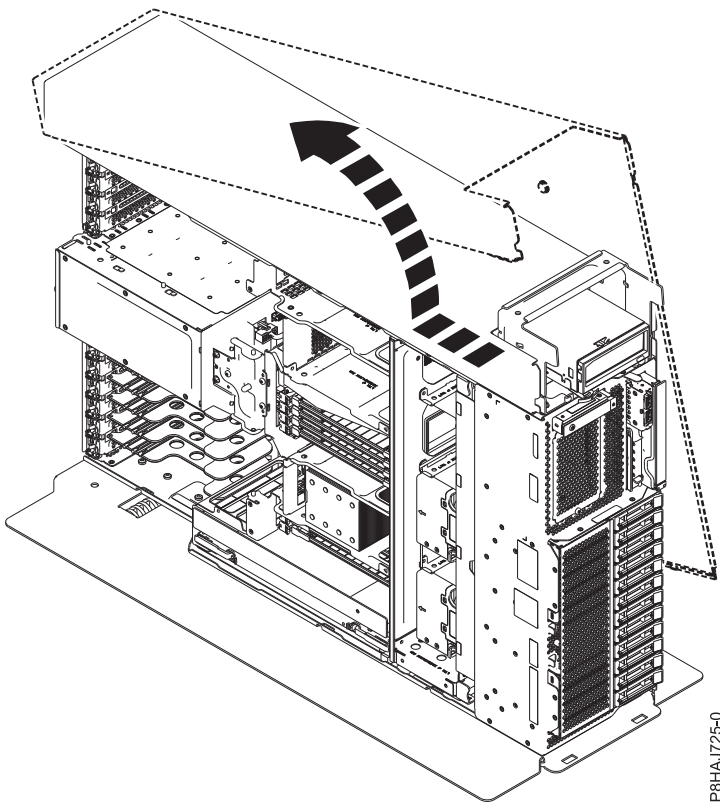

Figura 32. Extracción de la cubierta lateral del sistema 8286-41A
5. Deslice la cubierta lateral sacándola del sistema en la dirección que se muestra en la Figura 32.